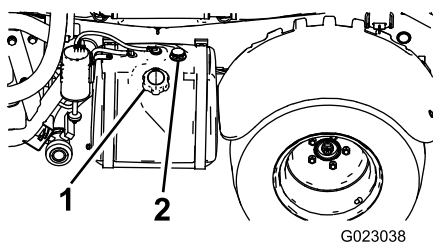

Рисунок 11
2. Очистите поверхность вокруг крышки топливного бака (**Рисунок 11**).